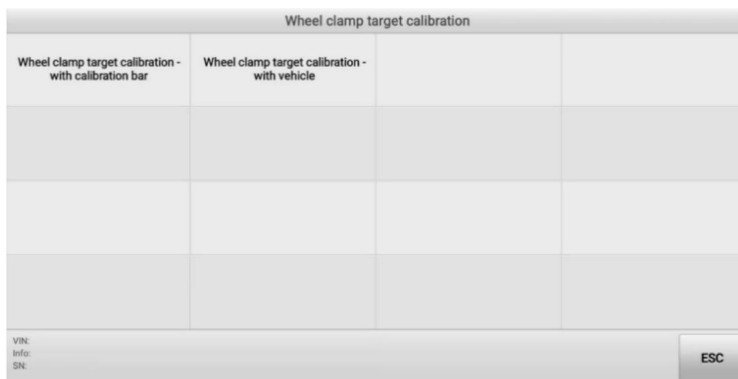

Abbildung 4-26 Auswahl der Kalibrierungsmethode
2. Wählen Sie **die Zielkalibrierung der Radklemmung – mit Fahrzeug**. Siehe Abbildung 4-26.